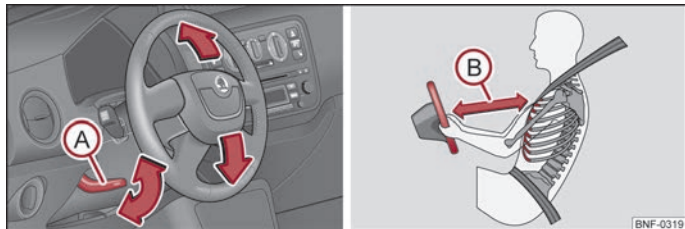

Bild 57 Ställa in rattläge/säkert avstånd från ratten
- Fäll spaken (A) under ratten nedåt ⇒ bild 57 ⇒ ⚠.
- Tryck spaken (A) uppåt till anslaget.
- Föraren måste se till att hålla ett avstånd på minst 25 cm till ratten ⇒ bild 57 (B). Om detta minsta avstånd inte hålls kan airbagsystemet inte skydda - livsfara!